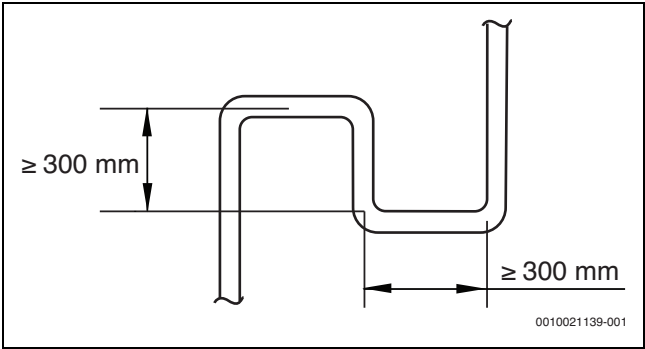

Fig. 3
- ▶ Si l'unité extérieure est positionnée plus haut que l'unité intérieure et que le dénivelé est supérieur à 20 m, il est recommandé d'installer un coude de retour d'huile tous les 10 m dans le tuyau de gaz de la conduite principale. Les caractéristiques techniques recommandées pour le coude de retour d'huile sont indiquées dans la figure 3.